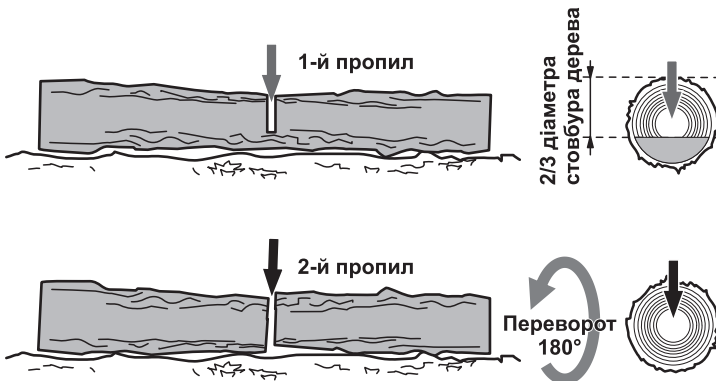

Рисунок 11. Схема розпилювання колоди без підкладання опор.
5.2.5.1 Розпилювання колоди на ґрунті (рис. 11).
2. Повільно розпилити колоду до 2/3 її діаметра (1, рис. 11).
3. Перевернути колоду та розпилити її з протилежного боку (2, рис. 11).
1. Підготувати надійні опори на ґрунті та зафіксувати на них колоду від руху в положенні аналогічному до рис. 11.